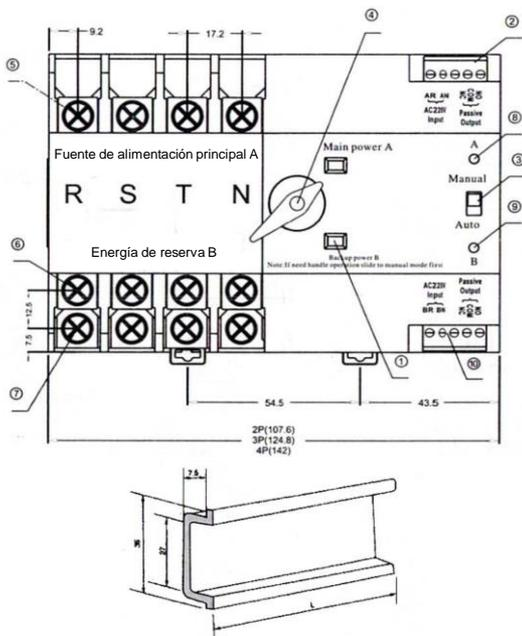

Figura 1 Dimensiones de apariencia y dimensiones de instalación
4.6 Condiciones de instalación: El ATS se puede instalar verticalmente en el gabinete de control o en el gabinete de distribución. Asegúrese de que la distancia de instalación sea la que se muestra en la figura 1.
5.1 La apariencia y dimensiones de instalación del ATS se muestran en la figura 1.
8.3 Los pasos correctos se muestran en la figura 4. La marca se encuentra en la parte frontal del producto. Si la instalación no se puede realizar de acuerdo con los procedimientos correctos debido al cableado u otras razones, comuníquese con nosotros. La distancia de seguridad S1, S2 no debe ser inferior a las marcas de la figura 1 y la figura 4. (Vea la figura en la parte de abajo para más detalles).